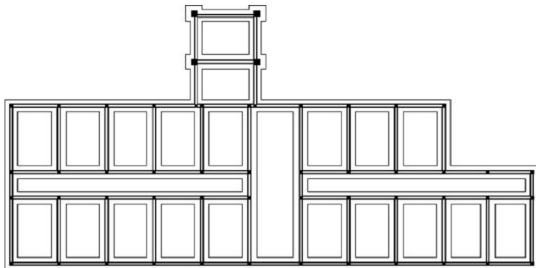

图 5.19 加粗基础墙
⑤ 在输入选项 [闭合(C)/合并(J)/宽度(W)/编辑顶点(E)/拟合(F)/样条曲线(S)/非曲线化(D)/线型生成(L)/放弃(U)]: 提示下, 输入“J”后按 Enter 键, 表示要执行【合并】子命令。这样, AutoCAD 将第②步全选的基础墙中所有首尾相连的对象连接在一起。
⑥ 在输入模糊距离或 [合并类型(N)] <0.0000>: 提示下, 按 Enter 键, 表示执行尖括号内默认的模糊距离“0.0000”。
⑦ 在输入选项, [打开(O)/合并(J)/宽度(W)/编辑顶点(E)/拟合(F)/样条曲线(S)/非曲线化(D)/线型生成(L)/放弃(U)]: 提示下, 输入“W”后按 Enter 键, 表示要改变线的宽度。
⑧ 在指定所有线段的新宽度: 提示下, 输入“50”, 表示将线的宽度由“0”改为“50”, 结果如图 5.19 所示。